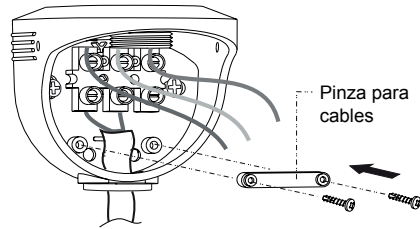

FIG. 9
3. Sujete los cables con la abrazadera o pinza y asegúrelos con los dos tornillos que le proporcionamos. El bloque de terminales debe quedar sujeto entre las dos pestañas de la carcasa trasera. (Ver FIG.9).